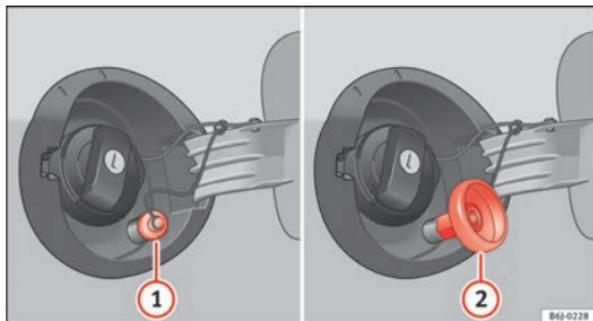

Abb. 118 Geöffnete Tankklappe mit Autogas-Einfüllstutzen und Adapter.
- Schrauben Sie den Deckel des Autogas-Einfüllstutzens ⇒ Abb. 118 ① ab.
- Schrauben Sie den erforderlichen Adapter ⇒ Abb. 118 ② auf den Autogas-Einfüllstutzen ①.
- Schrauben Sie den Adapter ⇒ Abb. 118 ② wieder ab. ▶
⇒ Abb. 118 ① auf.